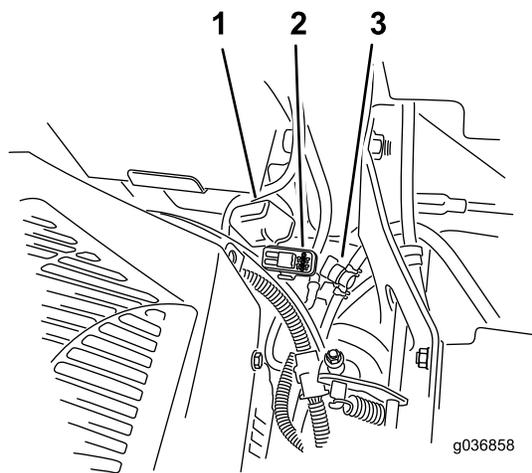

Рисунок 53
Примітка: У випадку пристроїв "MyRide" переконайтесь, що кабель заземлення не перетирається об кронштейн або об амортизатори косарки (Рисунок 53).
Запобіжники розміщені на правій консолі поруч з сидінням (Рисунок 53).
2. Встановіть новий запобіжник (Рисунок 53).